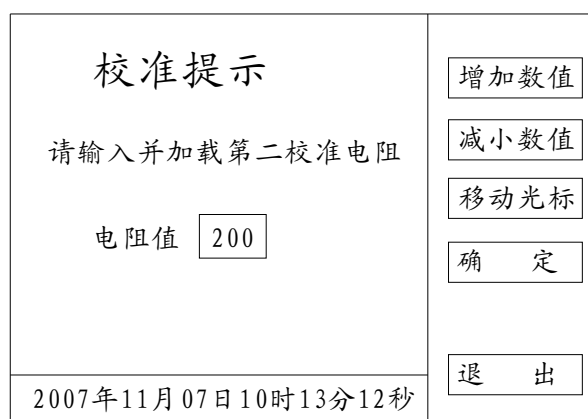

图 19
(1) 校准传感器温度：将精密电阻箱按界面提示拨到 0100 欧，按确定键进入下一界面见图 19（不可按温度修正键）。同样方法按提示界面作第二校准。